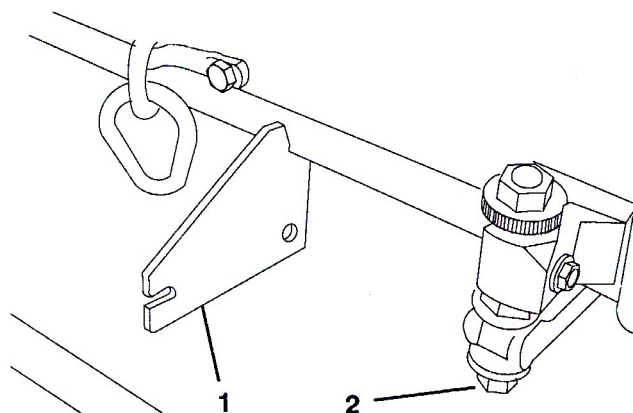

図 11
**重要** ベッドナイフやリールを見るためにカッティングユニットを立てる場合には、ベッドバー調整ネジが床面に接触しないように、カッティングユニットの後ろ側に支えを入れてください(図11)。